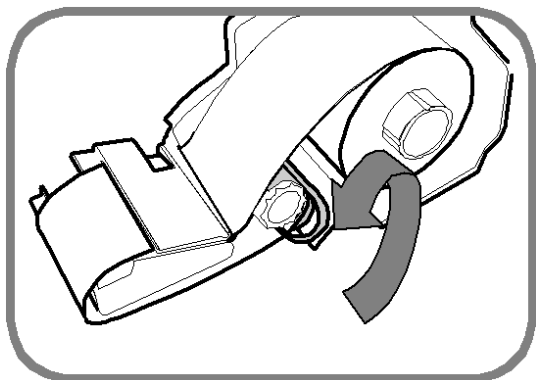

Рисунок 1.18 – Натяжение ленты
7. Слегка натяните ленту, немного повернув приёмную катушку против часовой стрелки (см. рисунок 1.18).